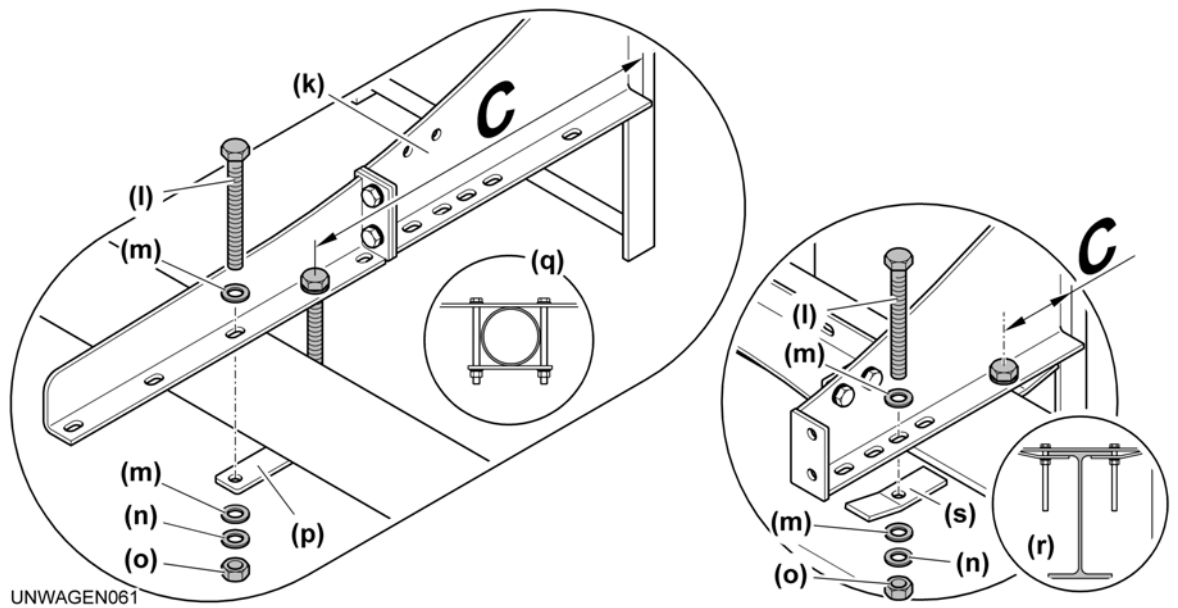

Fig. 6-49 Montagemaß „C“
- ▶ Um Klemmwirkung zu erhalten: Auf korrekte Einbaulage der Bleche (s) achten (siehe: Fig. 6-49).